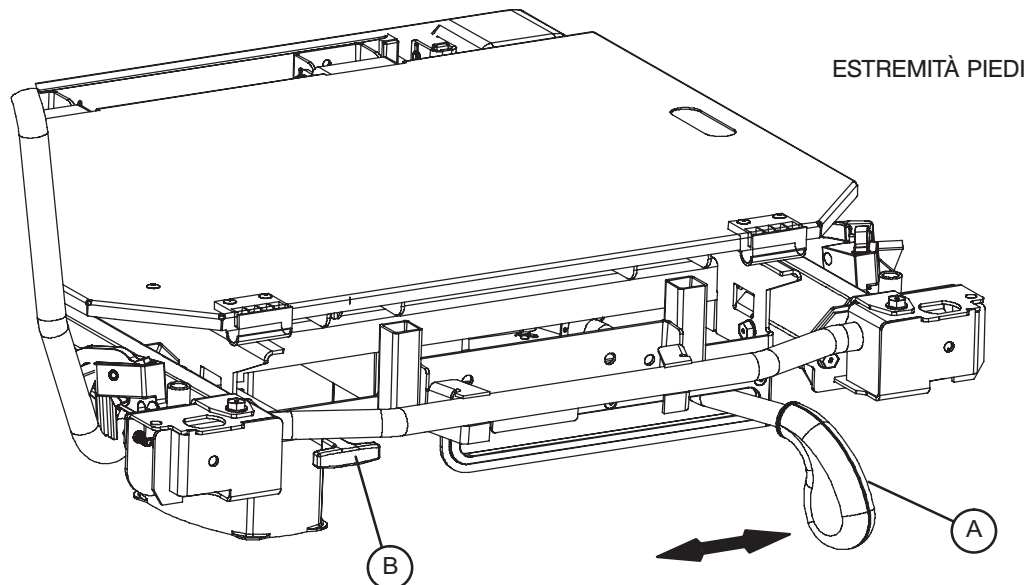

Figura 8 - Alzagincchia, estremità piedi
Per sollevare l'alzagincchia, premere ripetutamente la maniglia (A) verso sinistra, come illustrato nella Figura 8.
Per abbassare l'alzagincchia, tirare la maniglia (B), come illustrato nella Figura 8.